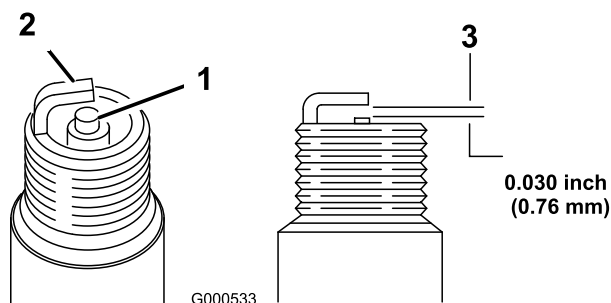

Figura 24
5. Fije el hueco entre los electrodos en 0,76 mm (Figura 24).